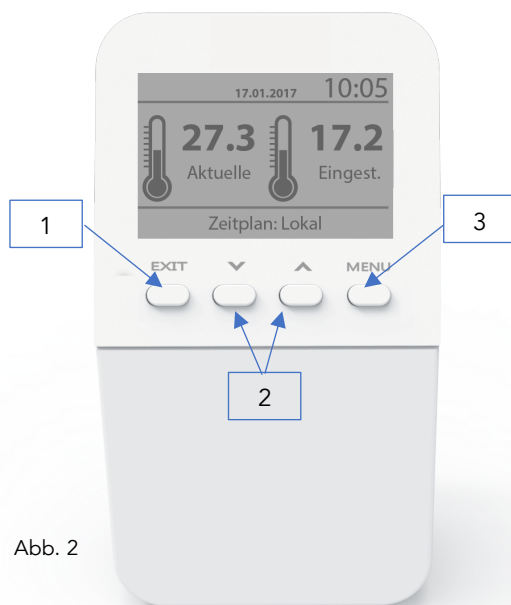

Abb. 2
1. Taste „Exit“ – Aus der Position des Startbildschirms mit den Temperaturanzeigen (Siehe Abb.2) führt das Betätigen dieser Taste zur Anzeige eines Menüs der Betriebsmodi. Der Benutzer hat die Möglichkeit der Auswahl aus 5 verschiedenen Zeitplänen, der Einstellung einer konstanten Temperatur, sowie einer zeitbegrenzten Temperatureinstellung. Weiters dient diese Taste zum Verlassen eines Untermenüs (*Exit – Ausgang*) und führt wieder zurück zum Startbildschirm.
Wenn Sie auf die Taste „Menü“ (Taste 4 Abb.2) drücken, bekommen Sie Zugang zu weiteren Einstellungsmöglichkeiten des ES-980.